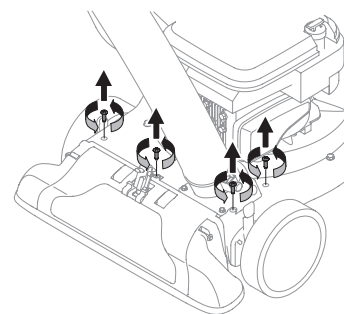

Figure 23
- Enlevez les quatre vis qui retiennent le couvercle de la buse au boîtier supérieur. Voir Figure 23.